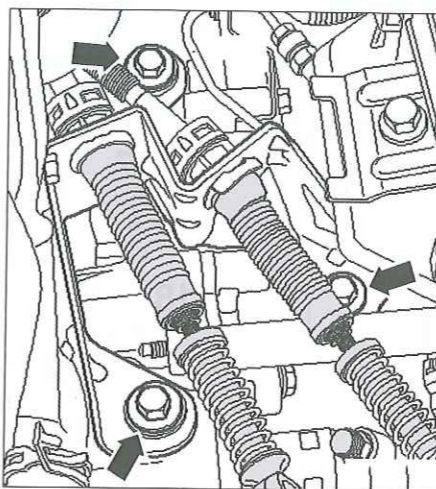

Fig. 14
- Desmontar el soporte intermedio de los cables de mando de selección de paso de las velocidades (Fig.14).